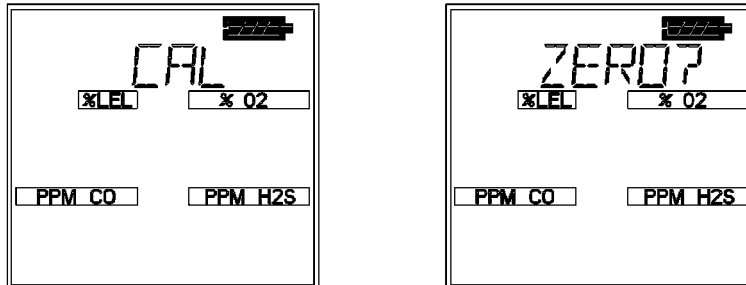

Figura 4-2. Indicador de gas cero.
3. Pulse el botón RESET y manténgalo pulsado hasta que **CAL ZERO?** destelle en la pantalla (FIGURA 4-2).